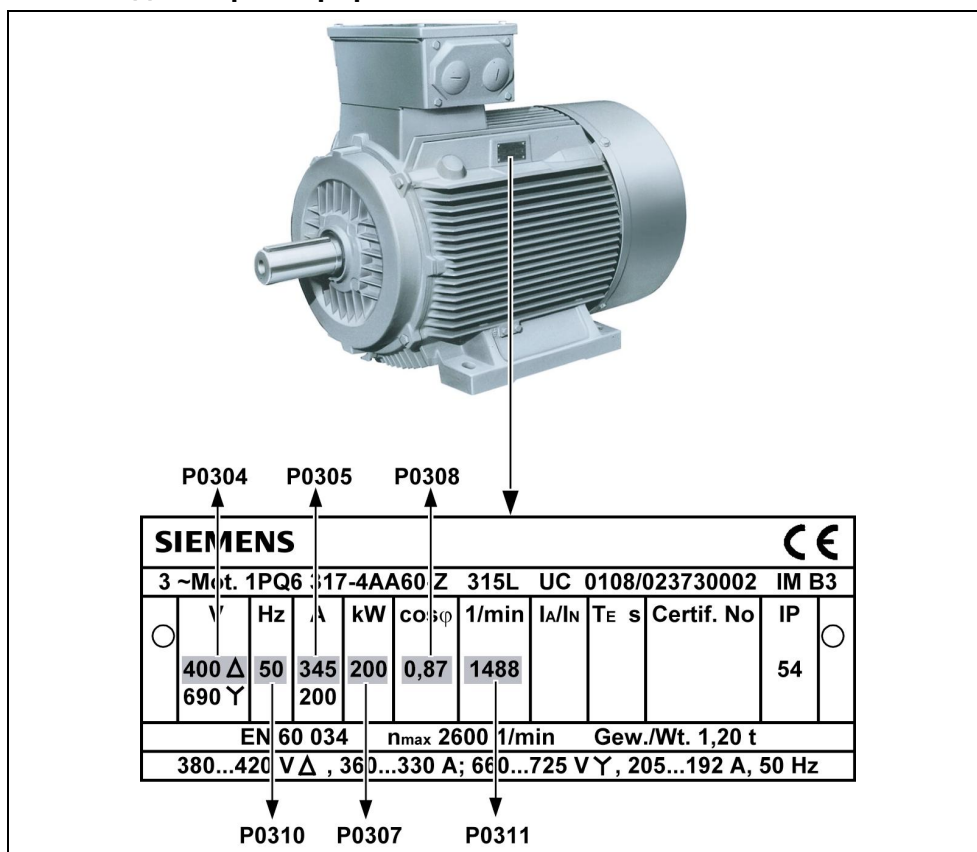

Рис. 3-8 Пример типичного шильдика двигателя
3. Преобразователь программируется на заводе для стандартных приложений со стандартными 4-полюсными двигателями Siemens, имеющими ту же ном. мощность, что и преобразователь. При использовании других двигателей необходимо ввести их данные с шильдиков. Считывание данных двигателя см. рис. 3-8.